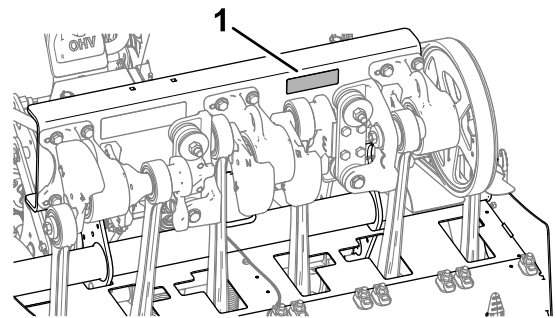

Figura 171
3. Verificați elementele de fixare a capului de carotaj, elementele de fixare a mânerului motocultivatorului și prezoanele pentru a vă asigura că este menținut cuplul adecvat. Cerințele de cuplu ale elementelor de fixare sunt enumerate pe autocolantul cuplului de strângere a urubului situat pe canalul de suport al capului de carotaj (Figura 171).